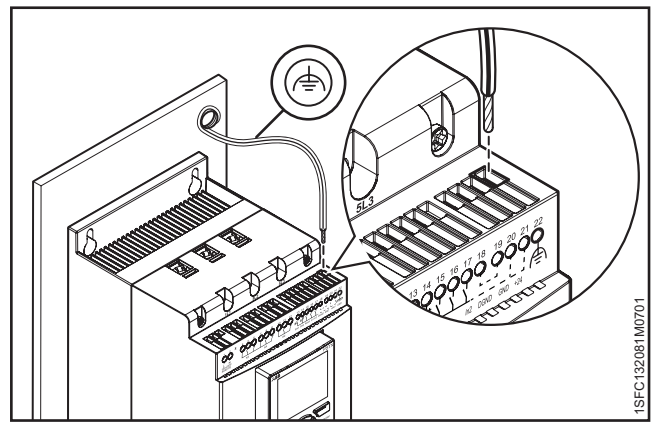

Figura 2.4
- Conecte la conexión a tierra funcional (terminal 22) a una toma de tierra cercana al arrancador suave, consulte la **Figura 2.4**.